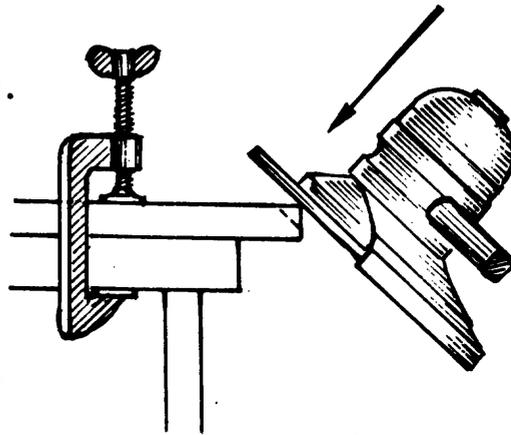

Fig. 6
- c Acerque lentamente la muela a la arista de la chapa (fig.6).